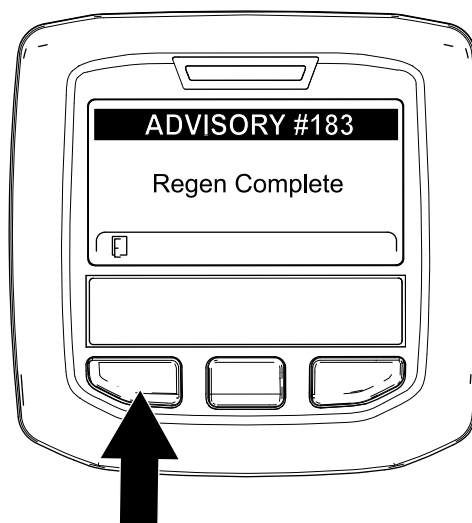

Figura 58
N.º 183 (Figura 58). Prima o botão esquerdo para sair para o ecrã inicial.
**Nota:** Se a regeneração não for concluída, o InfoCenter apresenta o Aviso N.º 184 (Figura 58). Prima o botão esquerdo para sair para o ecrã inicial.